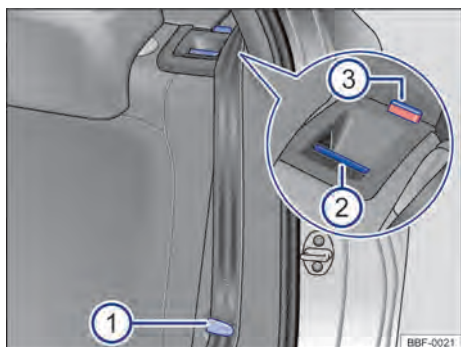

Fig. 63 En el respaldo del asiento trasero: tecla de desbloqueo.
- Encajar las bandas de los cinturones de seguridad en los alojamientos correspondientes en el guardanido lateral → fig. 63 ⓘ.
- Tirar de la tecla de desbloqueo → fig. 63 ⓘ A hacia adelante y, al mismo tiempo, legar el respaldo del asiento trasero hacia adelante.
- La parte correspondiente del respaldo del asiento trasero estará desbloqueada cuando la marca roja → fig. 63 ⓘ sea visible.
- La marca roja → fig. 63 ⓘ ya no puede ser visible.